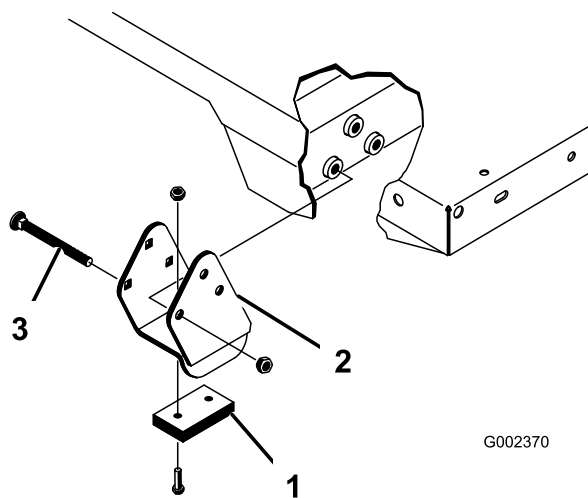

Figura 34
Nota: Asegúrese de instalar los espaciadores y las pletinas de desgaste (Figura 34) con las cabezas de los pernos de cuello cuadrado dentro de la máquina.
2. Coloque la plataforma con cuidado sobre el bastidor de la máquina, alineando los taladros de las placas de giro traseras con los taladros del perfil trasero del bastidor, e instale 2 pasadores con chavetas (Figura 34).
4. Inserte el pasador desde la parte exterior de la plataforma, con la chaveta hacia fuera (Figura 34).